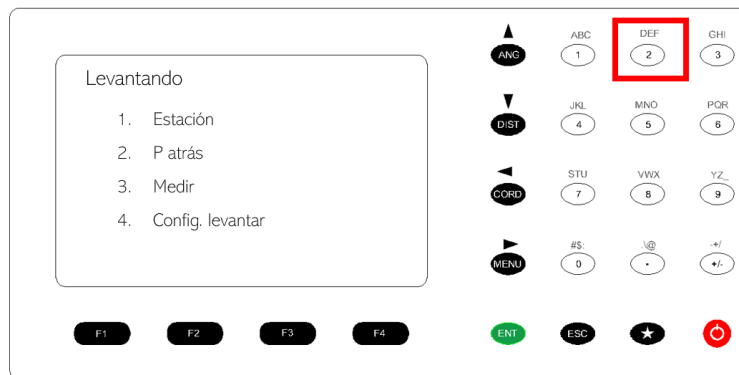

Figura 94. Orientación de la estación total con respecto a un punto conocido.
24. En la nueva ventana, seleccionar la opción 2. P atrás, para poder orientar la estación con respecto a un punto conocido. Figura 94.